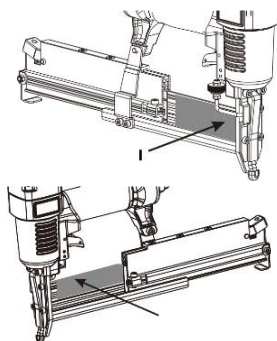

Figure 2
- b. Pour les clous de finition droits de calibre 16: Insérez un bâton d'attaches dans le CÔTÉ DROIT du rail du magasin (I).
- a. Chargez les bâtons d'attaches depuis le dessus du magasin (figure 2).
6. Poussez le couvercle du magasin (C) vers l'avant jusqu'à ce que le bouton de verrouillage soit éjecté.